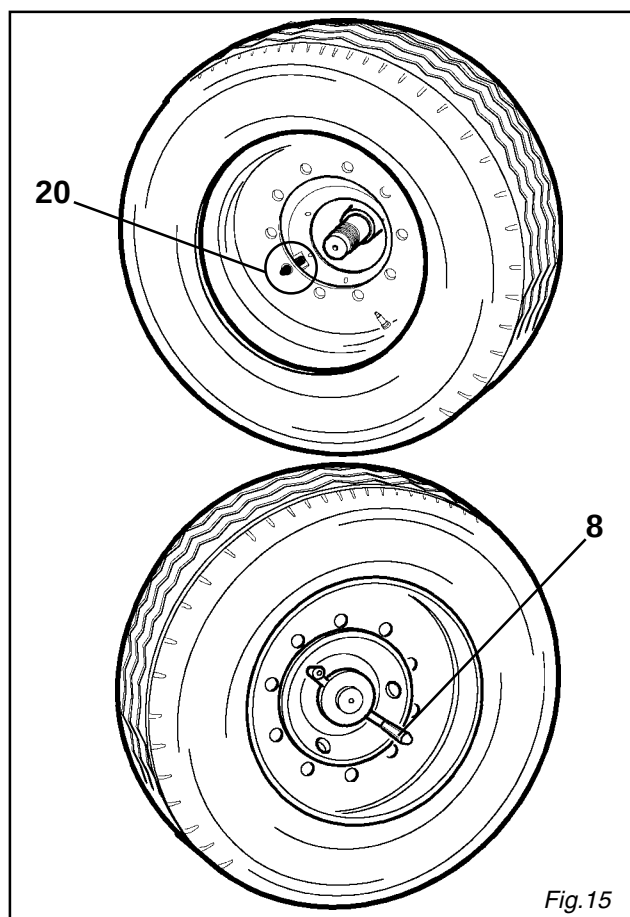

Fig. 15
Far combaciare il perno anti-rotazione (20) con uno dei fori di bloccaggio del cerchione come indicato in fig.15
Inserire la manovella di bloccaggio (8) sulla flangia e serrare il tutto avvitando a fondo. (Fig. 15)
Let the anti-rotation pin (20) match with one of the locking holes of the rim as indicated by fig.15
Joindre l'axe anti-rotation (20) à l'un des trous de blocage de la jante comme indiqué en fig. 15
Den Felgenmitnehmer (20) mit einem der Felgensperrlöchern verbinden. (Abb.15)